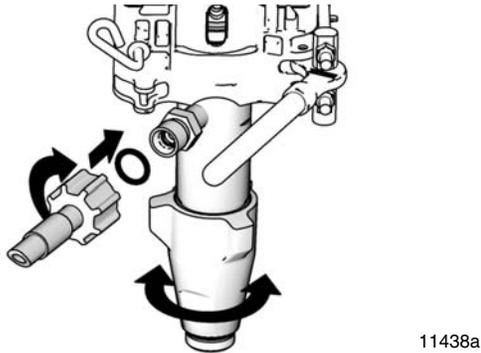

FIG. 22
4. FIG. 22. Refermer la fermeture à genouillère et remettre le levier en place. Ne pas appuyer sur le levier pour serrer.
5. FIG. 22. Faire pivoter la pompe pour la positionner en face du flexible de peinture. Brancher le flexible et serrer à la main à 70 in-lb.